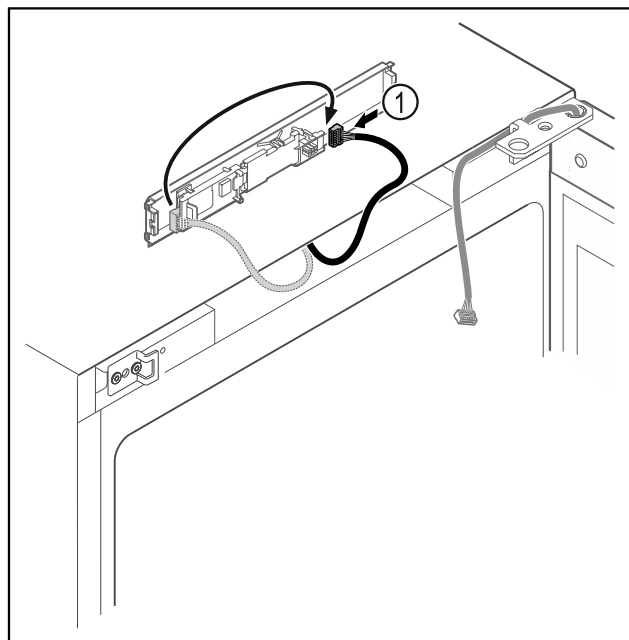

Fig. 18
- ▶ Scambiare la posizione del connettore Fig. 18 (1) sulla scheda.